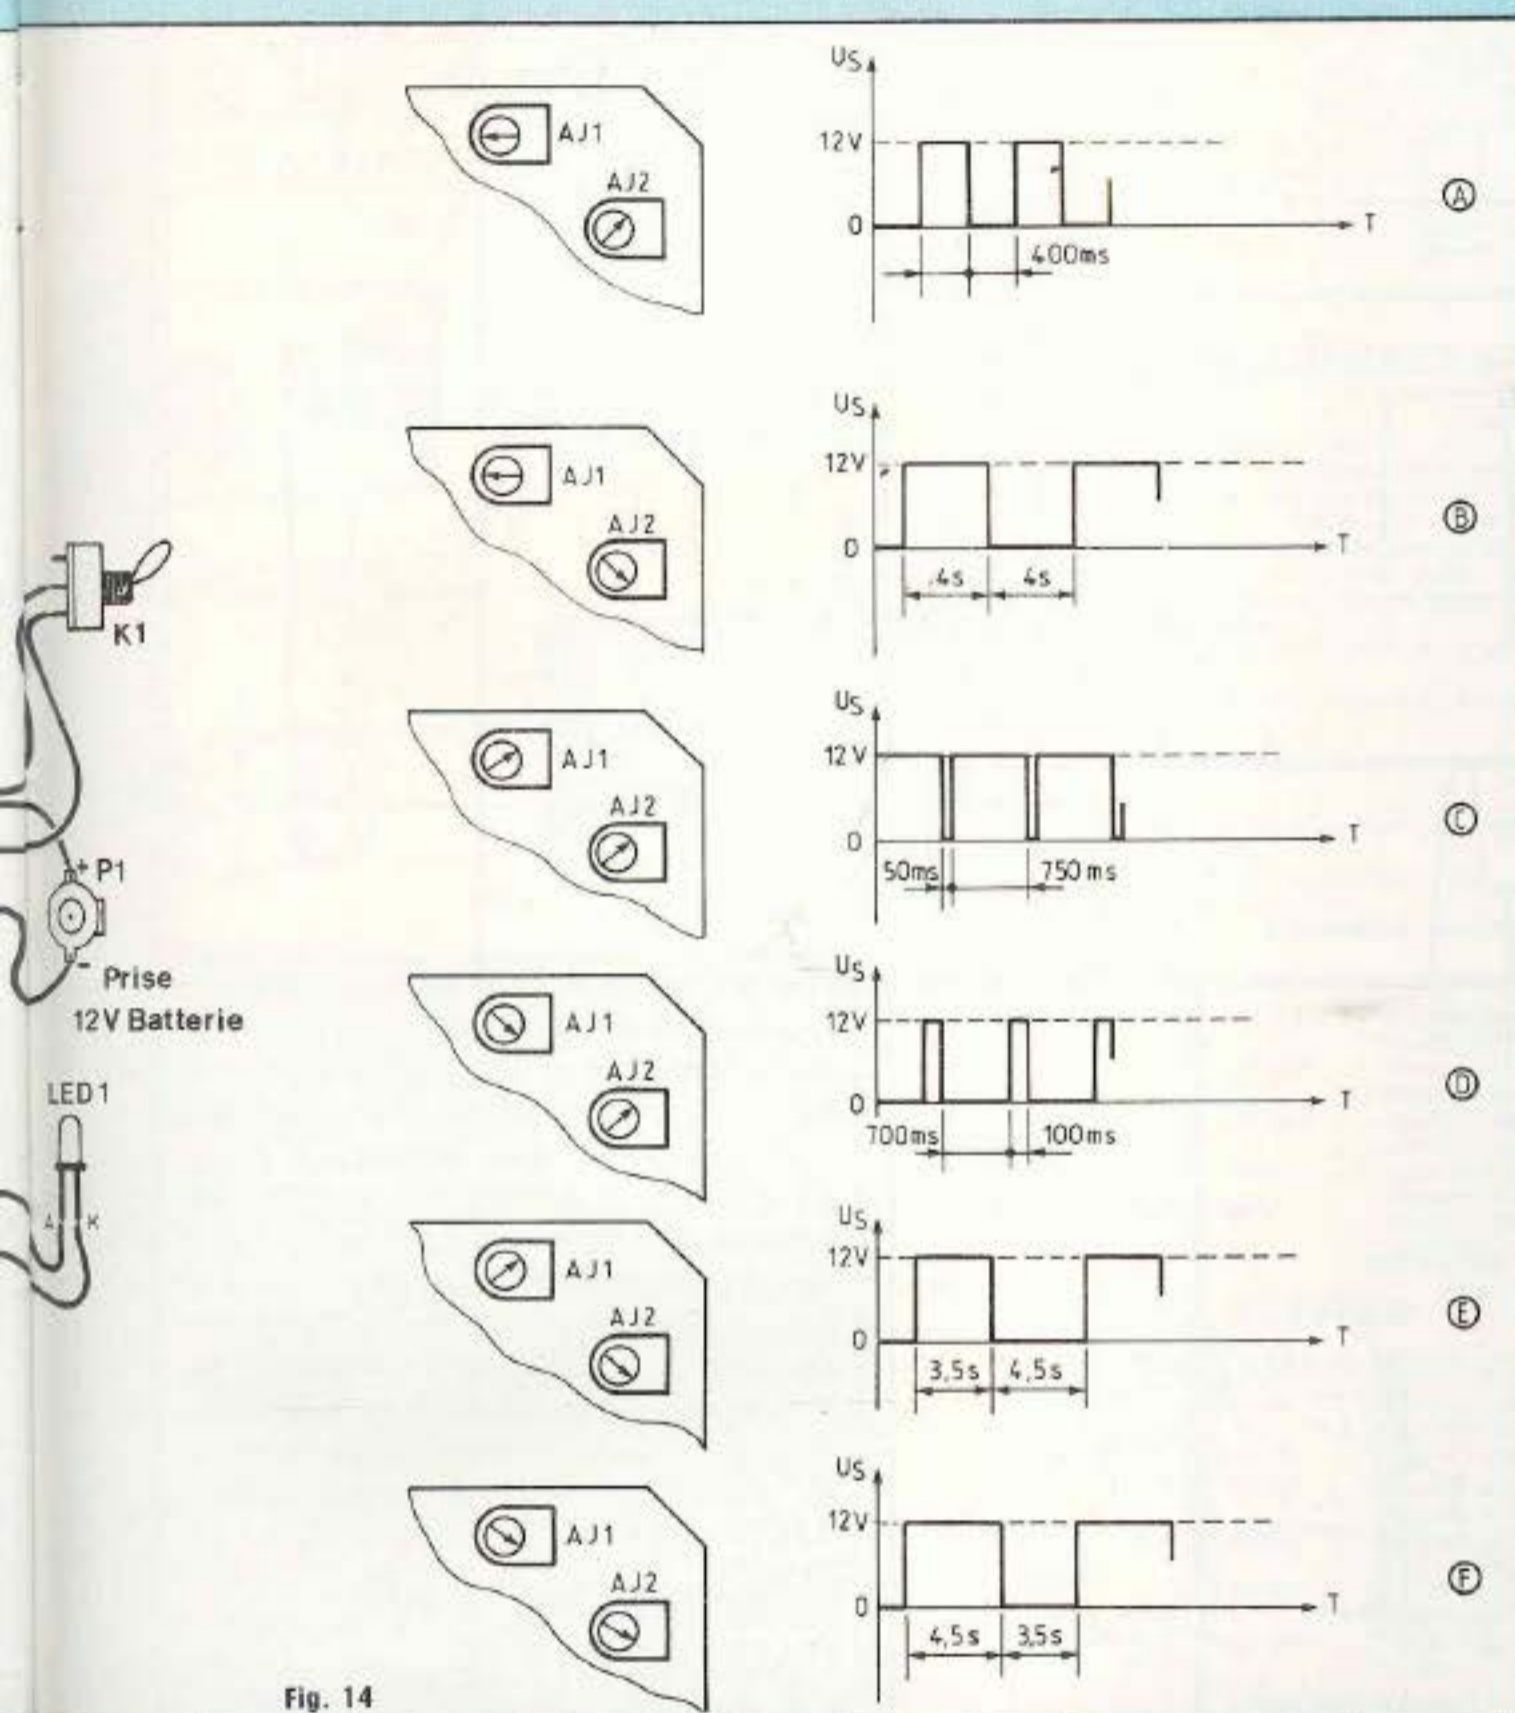

Fig. 14
obtient bien les signaux (B) à (F) de la figure 14. On en déduit que la période peut être optimisée entre 0,8 s et 8 s et le rapport cyclique continuellement variable entre ces deux extrêmes.
Il s'agit évidemment de critères importants. Si, d'une part l'autonomie est liée directement à la capacité de l'accumulateur et à son état de charge, d'autre part elle est sujette à la consommation de l'appareil. Or il s'avère que celle-ci est variable eu égard aux positions des deux ajustables AJ1 et AJ2. Afin d'optimiser au maximum ces réglages, nous indiquons dans le tableau ci-contre les différentes consommations relevées selon la position des potentiomètres de la figure 14.